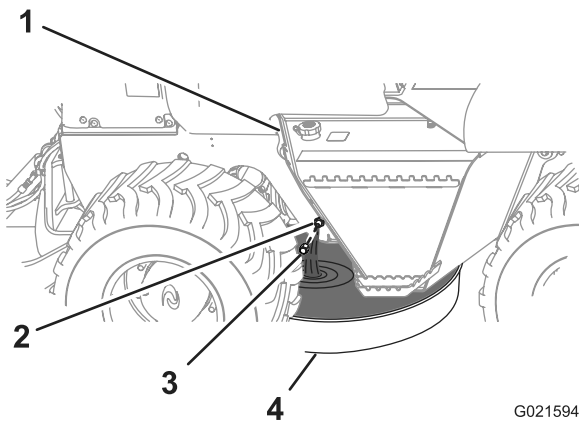

Bild 43
3. Stellen Sie eine Auffangwanne mit einem Fassungsvermögen von mindestens 8,4 l unter die Ablassschraube für das Motoröl (Bild 43).
- Nehmen Sie die Kappe vom Ablass-Anschlussstück ab und lassen Sie das Motoröl ganz ablaufen (Bild 43).
- Setzen Sie die Kappe auf das Ablass-Anschlussstück (Bild 43).
- Nehmen Sie den Ölfüllstutzendeckel vom Füllstutzen ab; ziehen Sie den Deckel hierfür nach oben (Bild 43).